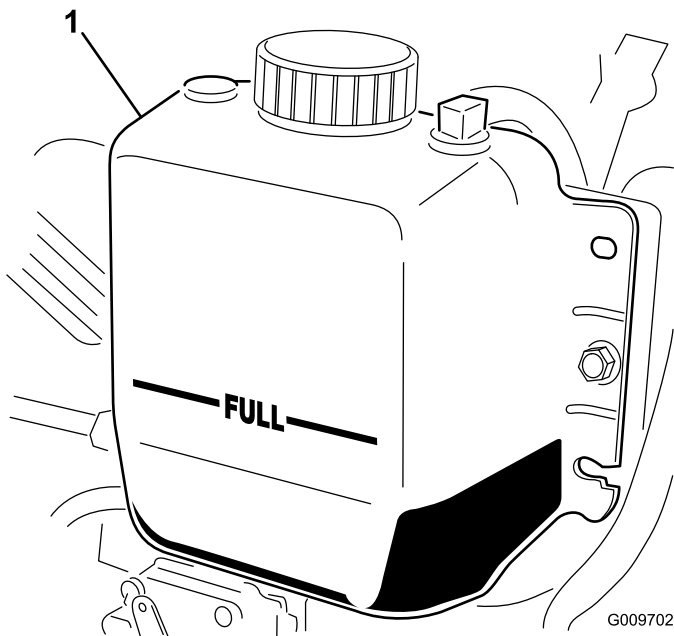

Figura 36
2. Verifique o nível do líquido de arrefecimento do radiador. O radiador deverá encontrar-se cheio de líquido até ao cimo do tubo de enchimento e o nível de líquido no depósito de expansão deverá atingir a marca FULL (Figura 36).